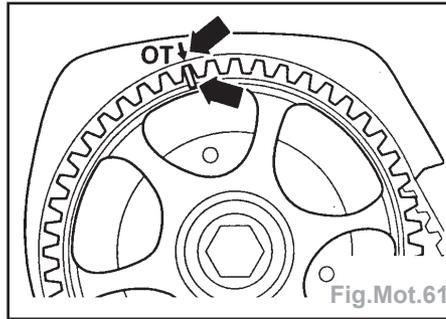

Fig.Mot.61
- Amener le pignon d'arbre à cames sur le repère de PMH (Fig.Mot.61).
Nota : si le vilebrequin a été dérégler, Amener le pignon d'arbre à cames sur le repère de PMH (Fig.Mot.61).